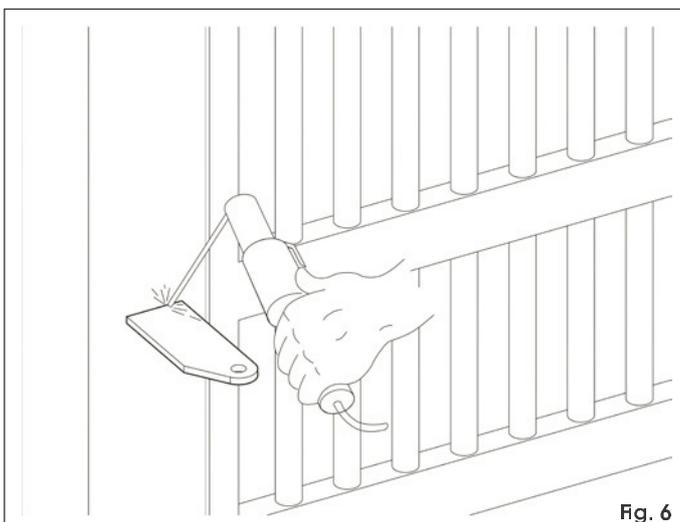
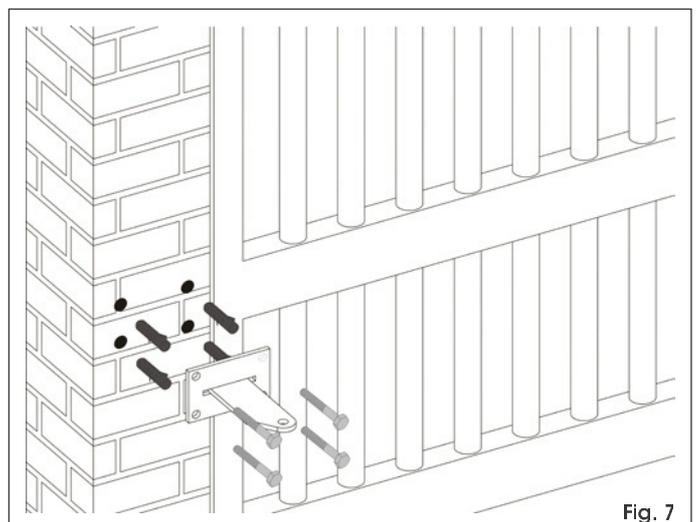

Fig. 6
Fig. 7
1. Fissare la staffa posteriore nella posizione determinata precedentemente. Nel caso di pilastro in ferro saldare accuratamente la staffa direttamente sul pilastro (Fig.6). Nel caso di pilastro in muratura, utilizzare l'apposita piastra (optional) per il fissaggio ad avvitarlo (Fig.7) utilizzando adeguati sistemi di fissaggio. Saldare quindi accuratamente la staffa alla piastra.